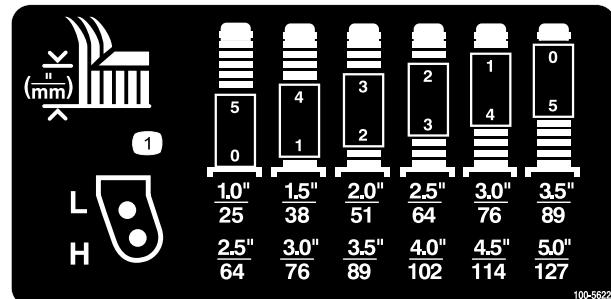
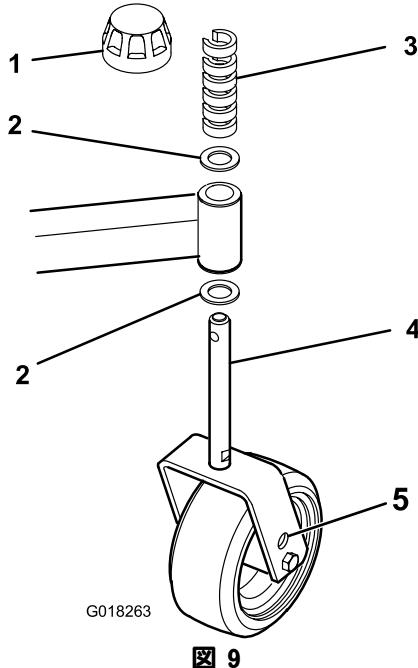

図 8
図 9
2. キャスタホイールのアクスルをキャスタフォークの上穴または下穴にセット（全部のキャスタフォークで同じ穴に統一）する。セッティング用の穴の選択については図 7、図 8および図 9 を参照のこと。
- 刈高と、必要なシムの組み合わせとの関係は図 8にて確認してください。
- スピンドルシャフトからテンショニングキャップを外す（図 9）。